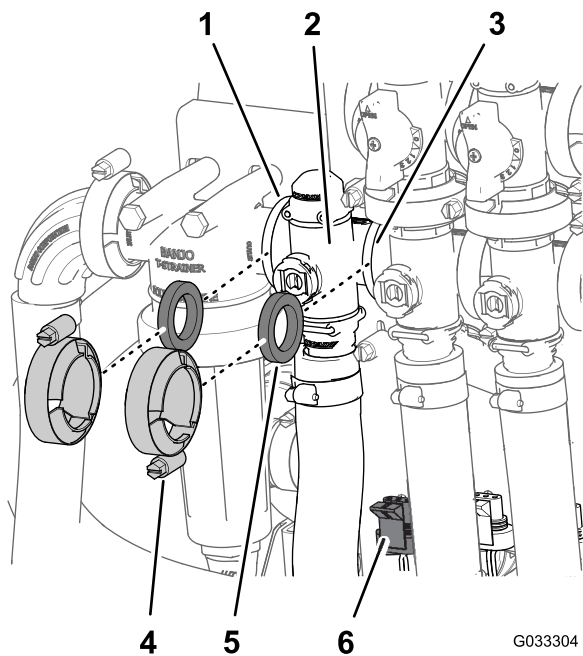

Рисунок 62
1. Снимите хомуты и прокладки, с помощью которых крепится коллектор клапана управления интенсивностью (**Рисунок 62**).